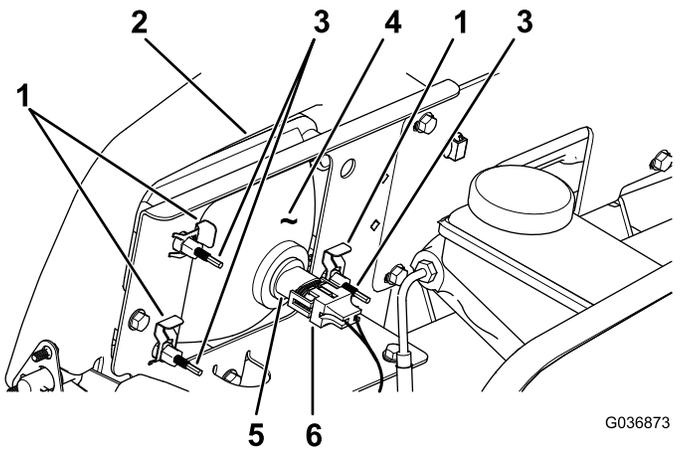

Figure 39
8. Branchez le connecteur électrique de faisceau sur le connecteur de l'ampoule (Figure 39).
3. Débranchez le connecteur électrique de faisceau du connecteur du phare (Figure 39).
4. Déposez les clips rapides qui fixent le phare à son support (Figure 39).
5. Sortez le phare en le déplaçant vers l'avant à travers l'ouverture dans le pare-chocs avant (Figure 39).
6. Montez le phare neuf par l'ouverture dans le pare-chocs (Figure 39).